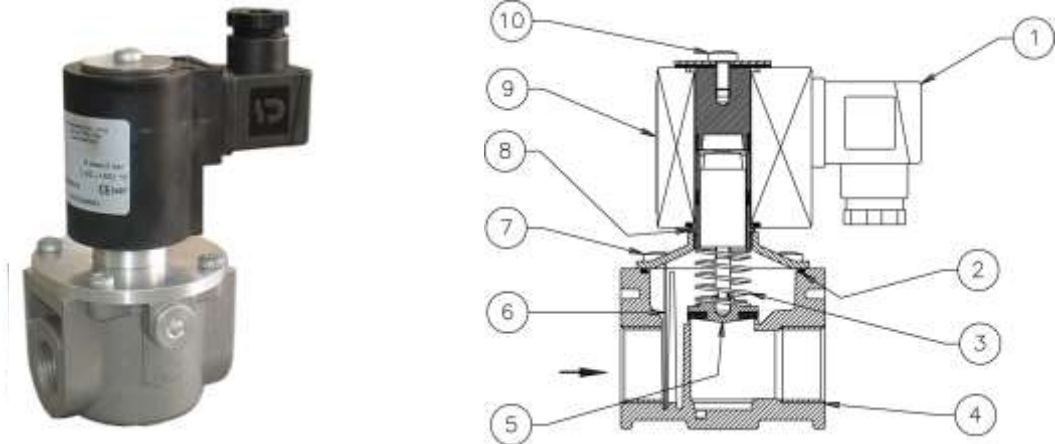

Рис. 1
Клапан (рис. 1) состоит из: электрический коннектор (1); уплотнительное кольцо (2); пружина запирающего механизма (3); корпус (4); затвор (5); фильтрующая сетка (Р.макс.=0,036 МПа) (6); крышка (7); муфта электромагнитной катушки (8); электромагнитная катушка (9); винт крепления электромагнитной катушки (10).